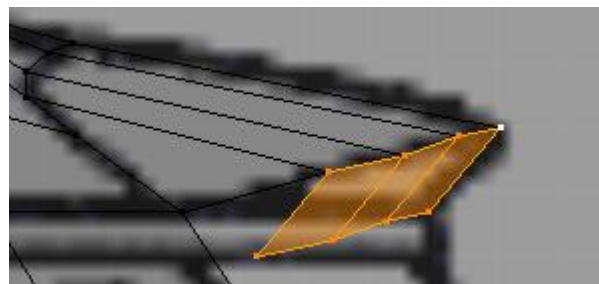

Figura 4.73
1. Selecione os vértices do contorno traseiro do tejadilho, **[Alt]+[RMB]** sobre uma aresta, e, na janela Right Ortho, faça uma extrusão, **[E]**, figura 4.73.